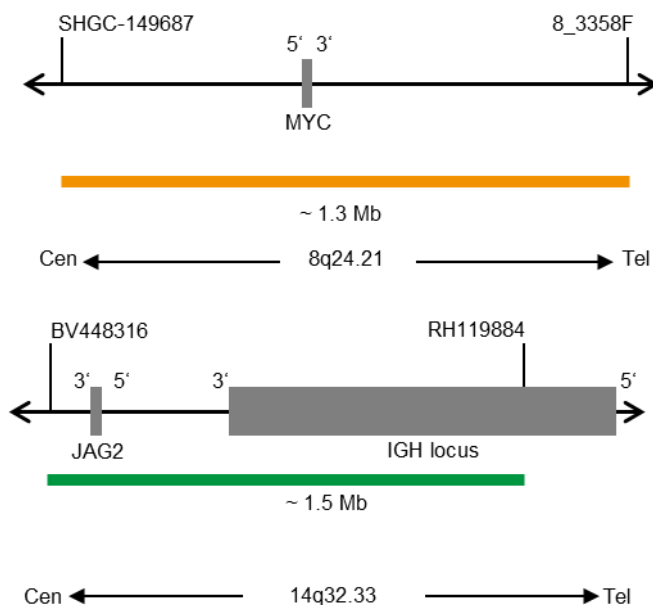

Fig. 1: In alto: Mappa della sonda SPEC MYC; In basso: Mappa della sonda SPEC IGH (non in scala)
- Polinucleotidi (~12.0 ng/ $\mu$ l) marcati con ZyGreen (eccitazione 503 nm/emissione 528 nm), le cui sequenze target mappano 14q32.33\* (chr14:105,462,169-106,995,000) in cui è localizzato il locus IGH (vedere Fig. 1).
- Polinucleotidi (~6.0 ng/ $\mu$ l) marcati con ZyOrange (eccitazione 547 nm/emissione 572 nm), le cui sequenze target mappano in 8q24.21\* (chr8:128,171,178-129,517,468) in cui è localizzato il gene MYC (vedere Fig. 1).